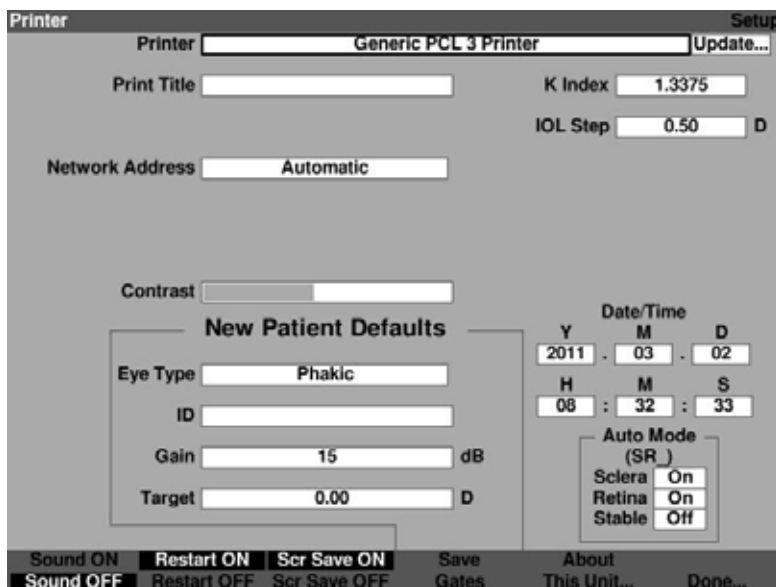

Figura 5-23 Impressora selecionada
4. Pressione o botão giratório ou o botão $\sqrt{\quad}$ para salvar a Impressora selecionada e desativar o campo conforme mostrado na Figura 5-23.